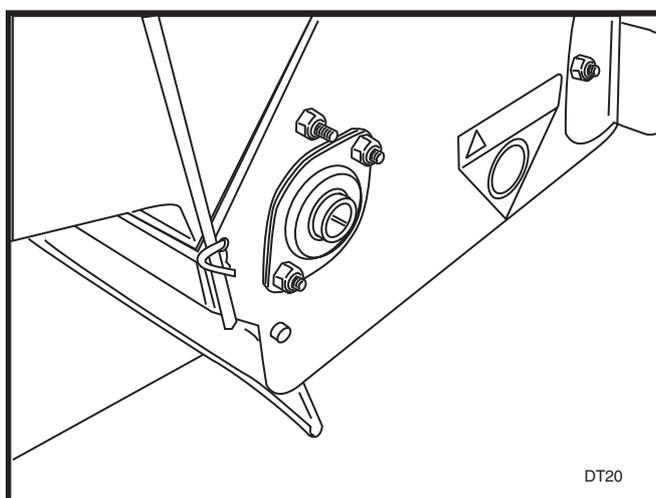

FIGURA 2
9. Posizionare la scatola semi sull'unità, rimontare il cuscinetto con il collare eccentrico sul lato esterno. Le viti di fissaggio al telaio poste all'interno della scatola semi DEVONO essere dotate delle relative rondelle. NON serrare eccessivamente e deformare la plastica, limitarsi ad APPOGGIARE. Vedere Figura 2.